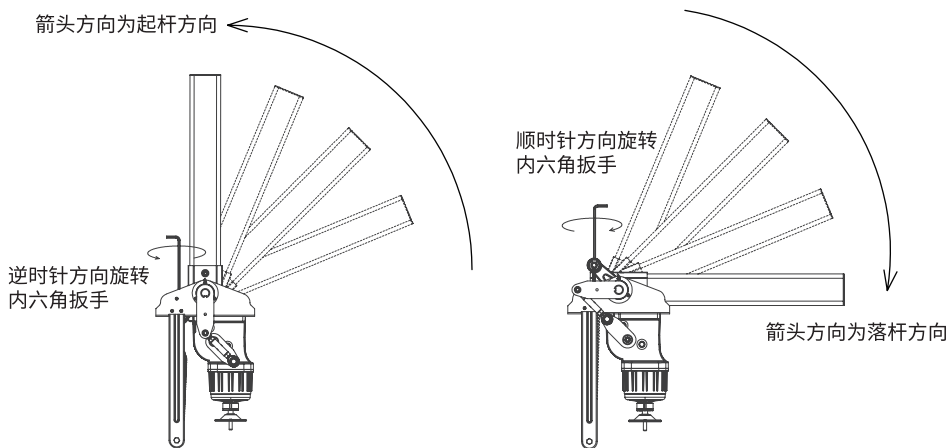

图2-6 闸杆平衡调节
4. 闸杆在起杆、落杆时晃动大调节见图2-6，通过平衡弹簧的收紧与放松来达到控制道闸杆的稳定起落。